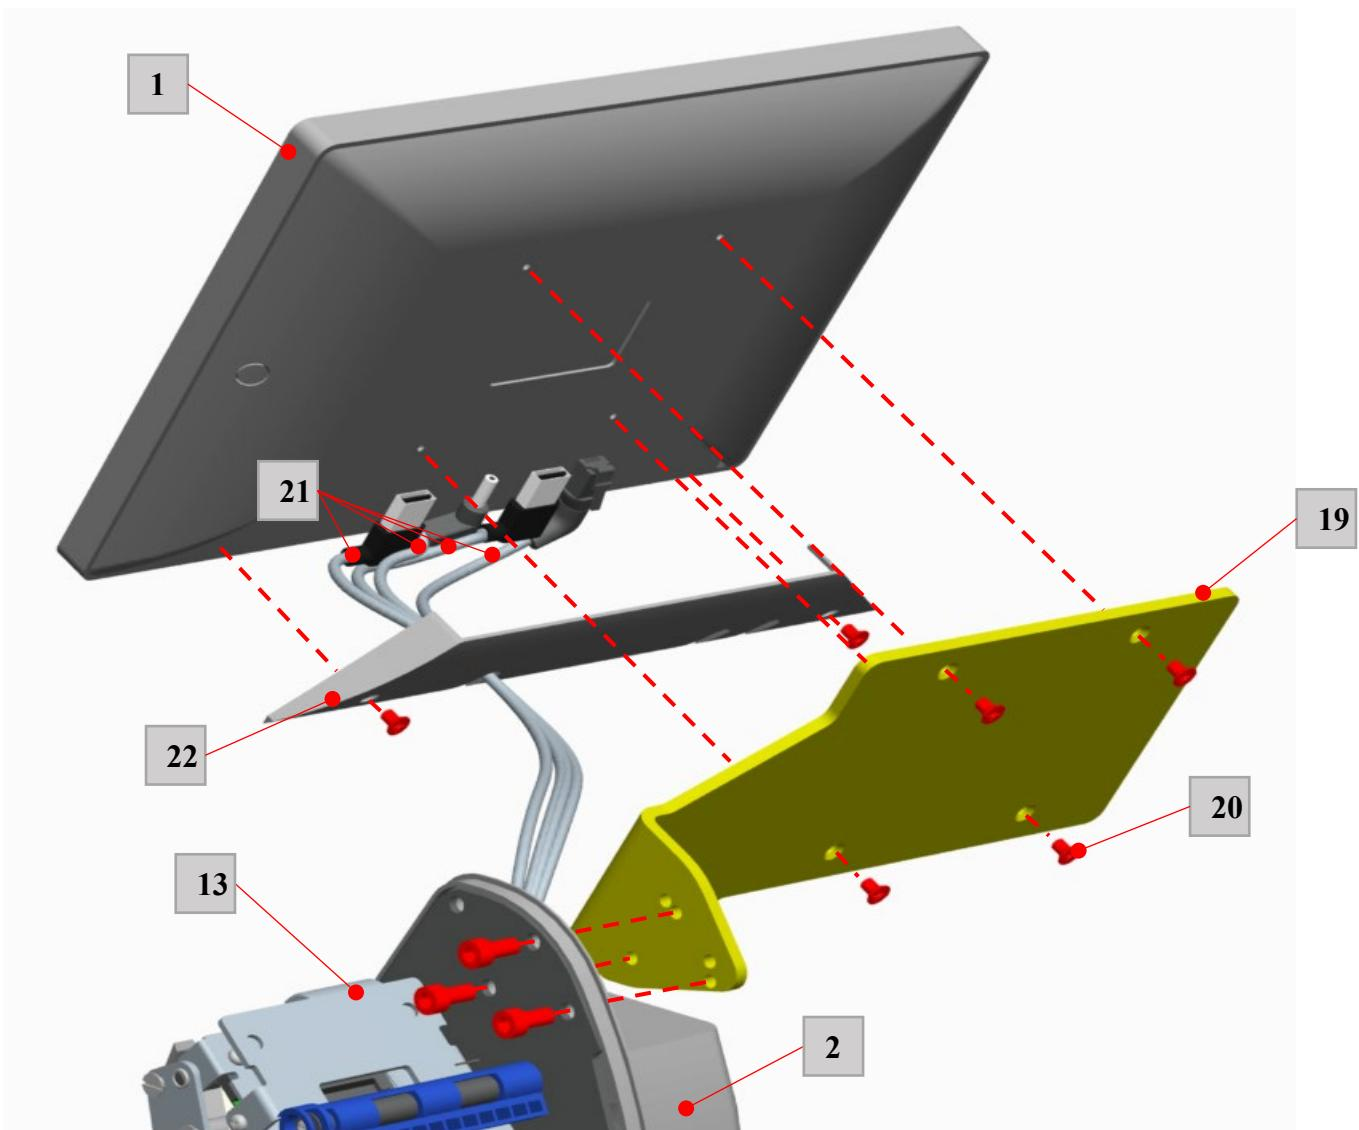

Рисунок 3 – Установка сенсорного экрана на устройстве печатающем
3.2.5 Присоедините кронштейн [19] к сенсорному экрану [1] с помощью винтов M3 [20] (4 шт.) (см. рис.3).